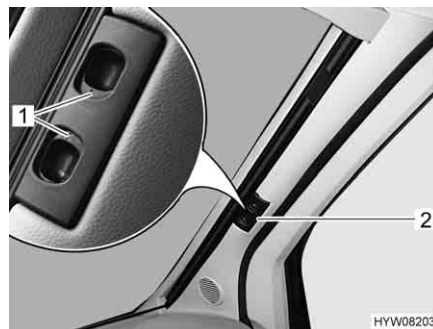

Fig. 30 Dispositif occultant plissé pour le pare-brise
- Pousser les deux moitiés du dispositif occultant plissé pour le pare-brise par la poignée (Fig. 30,2) à fond vers l'extérieur. Déplacer la poignée à l'horizontale en direction de l'évidement de verrouillage.
- Faire s'enclencher les poignées de déverrouillage (Fig. 30,1).